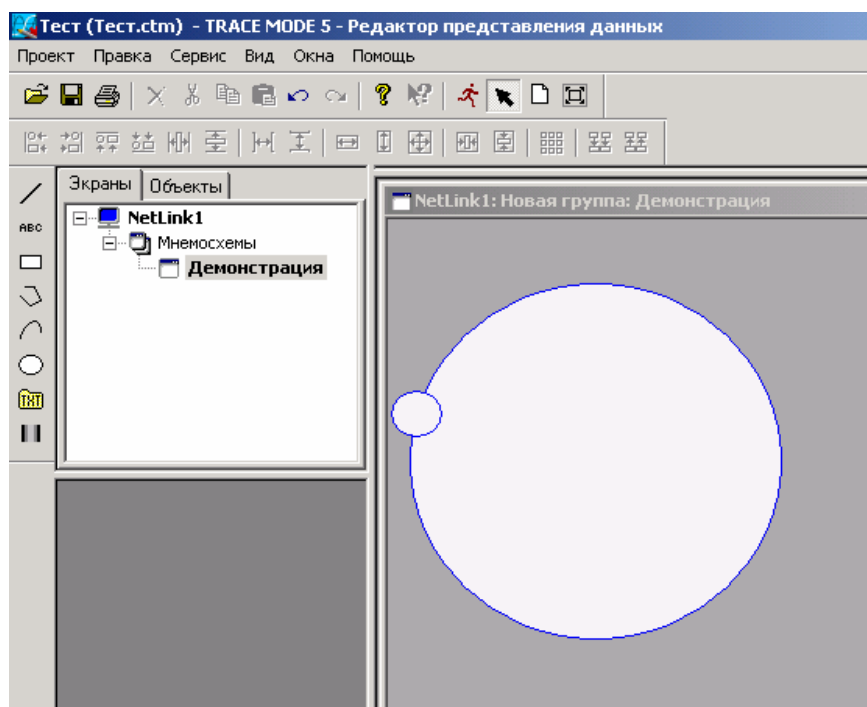

Рис. 4.2
3. Откройте экран «Демонстрация». Создайте статический элемент «Эллипс» (атрибуты эллипса устанавливаются самостоятельно). Изобразите окружность много меньшего размера, чем эллипс с центром на линии эллипса (см. рис. 4.2).